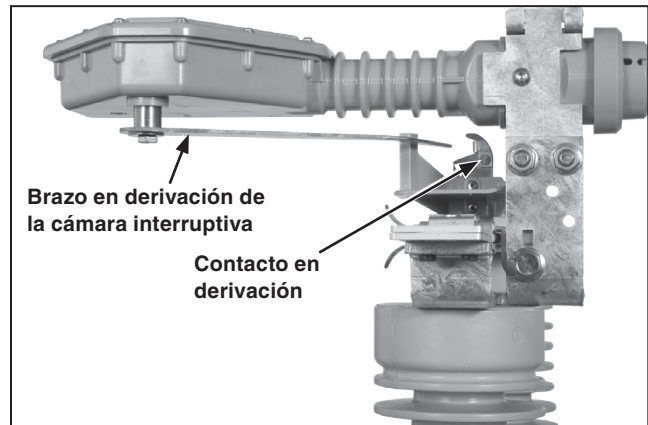

Figura 34. El brazo en derivación de la cámara interruptiva será guiado a su posición por el contacto en derivación.
- El brazo en derivación de la cámara interruptiva debe ser guiado a su posición por el reverso curvado del contacto en derivación. Ver Figura 34.